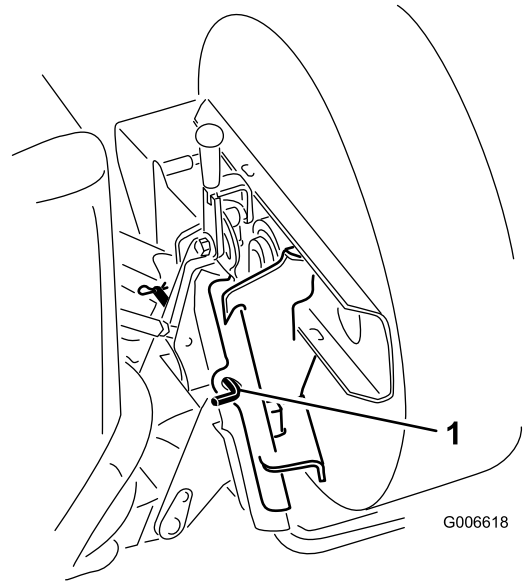

Figura 5
5. Insira o pino de bloqueio através dos adaptadores e prenda com um contrapino de gancho (Figura 5).